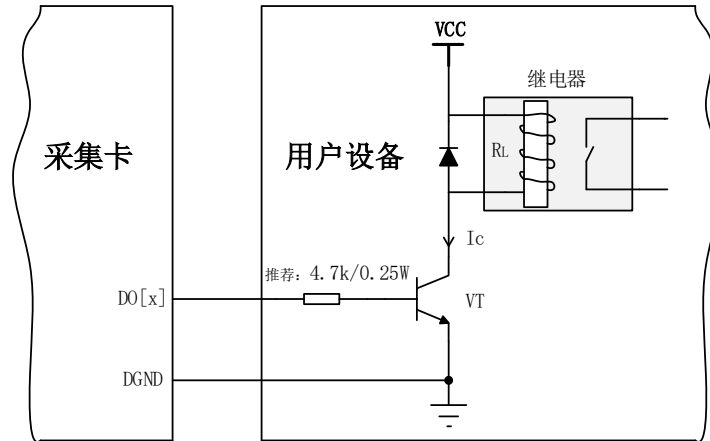

图 5-4-3 DO 数字量控制继电器电路
- 如果将 PFI 或 DIO 配置为输出状态，请了解连接到这些信号的负载的电流要求。不要超过设备指定的电流输出限制；本公司为需要高电流驱动的数字应用提供了多种解决方案，例如 图 5-4-3 所示方案用以实现驱动 24V 继电器。
当用户需驱动高电压或大电流设备时（比如 24V 继电器），需要用户自行设计外围驱动电路，可使用三极管驱动方式，如图 5-4-3， $I_c \approx V_{CC}/R_L$ （ $R_L$  为继电器内阻），用户使用时一定要注意  $I_c$  要小于三极管 VT 的最大集电极电流。